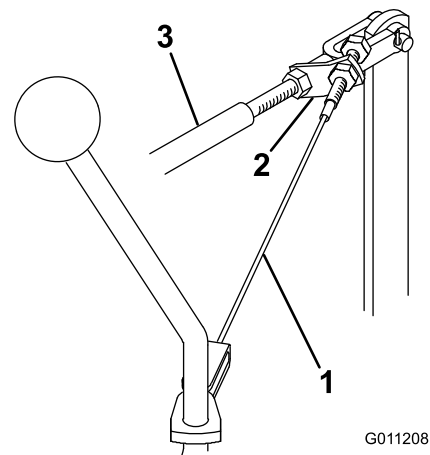

Figura 47
1. Desaperte a porca de bloqueio frontal que prende o conjunto de cabos ao suporte da barra de controlo de corte/elevação (Figura 47).
3. Mantendo a barra de controlo de corte/elevação na posição traseira, aperte a porca de bloqueio traseira para remover quase toda a folga do conjunto de cabos (Figura 47). Não aperte demasiado o cabo.